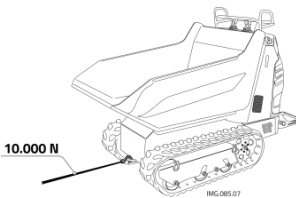

Fig 29 Anchoring points for towing
- **Fixer les moyens de levage exclusivement aux points d'ancrage prévus par le constructeur (fig. 29);**